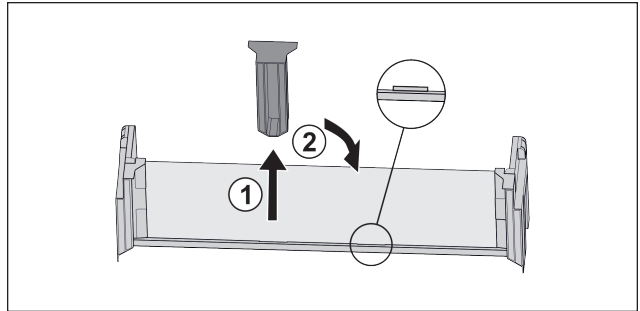

Fig. 36*
- ▶ Extraire la pièce de retenue centrale Fig. 36 (1).*
- ▶ Insérer la pièce de retenue centrale en deuxième position Fig. 36 (2).*